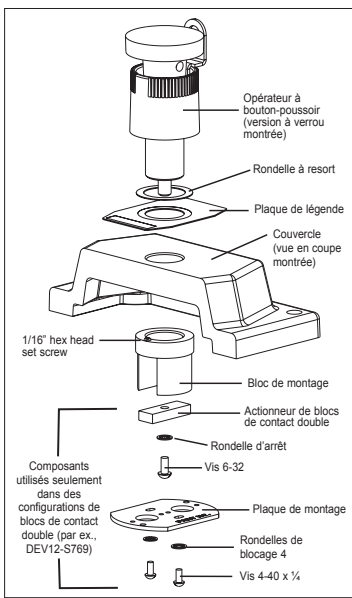

Figure 7. Montage d'un opérateur à bouton-poussoir à tête bombée à action maintenue
- Installez le sous-montage du bouton-poussoir, y compris l'attache de verrouillage, sur le devant du couvercle en l'introduisant fermement jusqu'au couvercle à l'endroit désiré comme indiqué à la figure 7. Orientez ce montage de façon à ce que l'attache de verrouillage permette que le morailon du verrou ne nuise pas à un dispositif adjacent. Utilisez une plaque de repère DL au besoin tel que mentionné dans la section MONTAGE DES BOUTONS-POUSOIRS.
- Cette étape permettra de positionner correctement le(s) bloc(s) de contact. À l'intérieur du couvercle, fixez le bloc de montage sur le sous-montage du bouton-poussoir. Si vous n'utilisez qu'un seul bloc de contact (numéro de pièce de l'opérateur DEV11-S769), orientez le bloc de montage de façon à ce que les deux trous de montage percés et filetés soient parallèles au côté long du couvercle. Si deux blocs de contact sont utilisés (numéro de pièce de l'opérateur DEV12-S769), orientez les vis de montage des blocs de contact de façon à ce que les deux trous de montage percés et filetés soient perpendiculaires au côté long du couvercle. Serrez la vis de pression en utilisant une clé Allen de 1/16" pour verrouiller le montage du bouton-poussoir contre le couvercle (voir figure 7). Pour le DEV12-S769 seulement, attachez l'actionneur du bloc de contact double au piston de l'opérateur à l'aide de la vis 6-32 et de la rondelle de blocage. Le trou fraisé est conçu pour recevoir ce type de tête de vis. Fixez la plaque de montage au bloc de montage en utilisant deux vis 4-40 et des rondelles selon la figure 7.